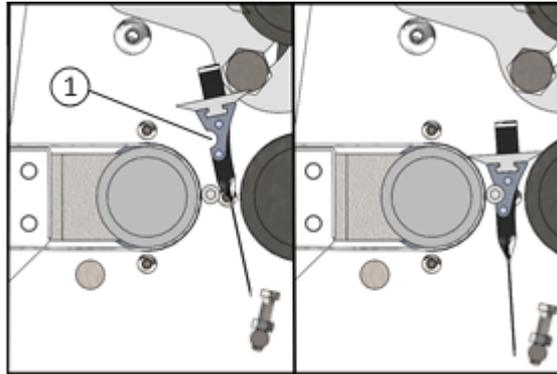

Рисунок 22
Для выполнения этой операции следуйте изложенным ниже инструкциям, ссылаясь на Рисунок 22:
- Позиционируйте скребки в соответствующее отверстие между стержнями, зафиксированными на боковых панелях и нижним валиком: выемка (из.1 Рисунок 22) должна находиться на противоположной к цилиндру стороне. **ВНИМАНИЕ: скребок должен быть вставлен таким образом, чтобы два боковых резца находились в вертикальном положении (смотрите Рисунок 22).**